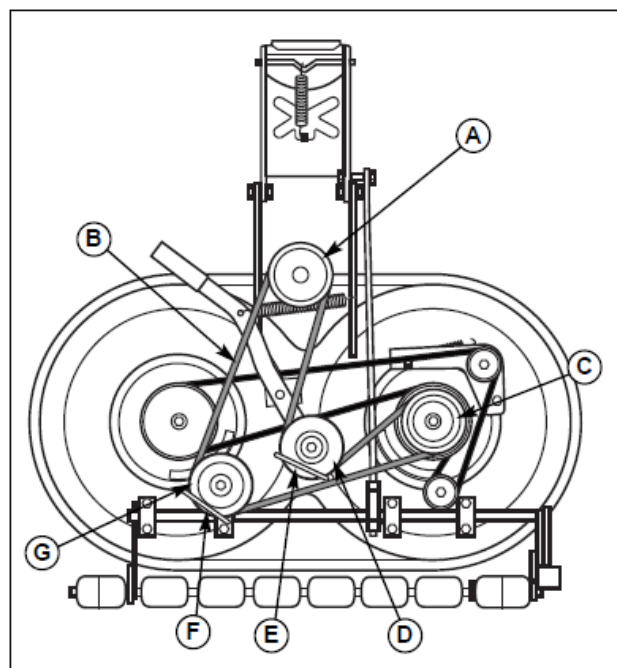

図 45 PTO ベルトの交換
3. 装置され手いる際にアイドルプーリーベルトガイド（図 45 の E,F）の位置に注意して記憶してください。アイドルプーリーのキャップスクリュを緩めて、アイドルプーリー（DとG）から、ベルトを取り外してください。